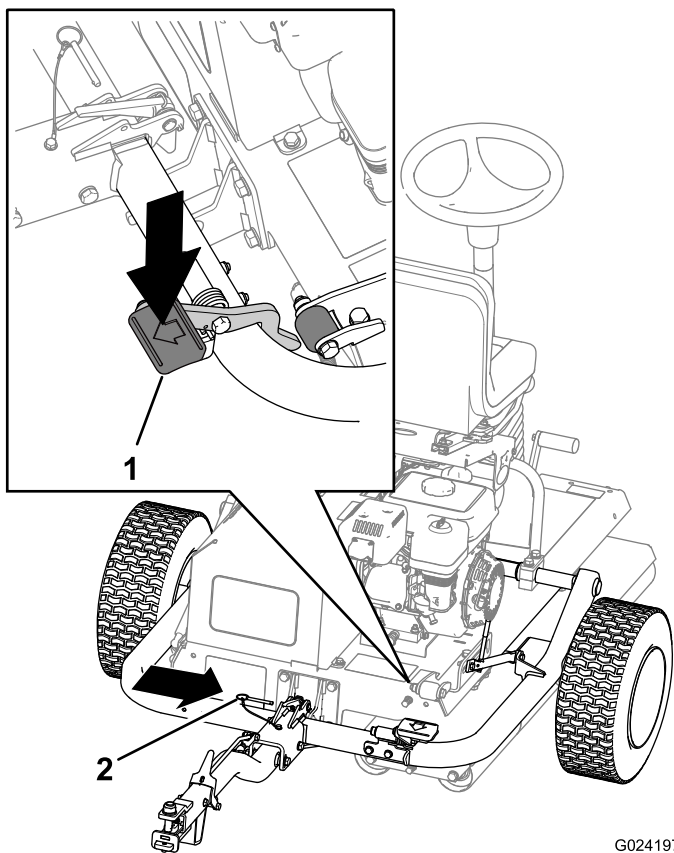

Bild 17
- C. Treten Sie auf das Anbauvorrichtungspedal, bis die Anbauvorrichtung einrastet (Bild 17).
D. Stecken Sie den Arretierbolzen ein (Bild 17).